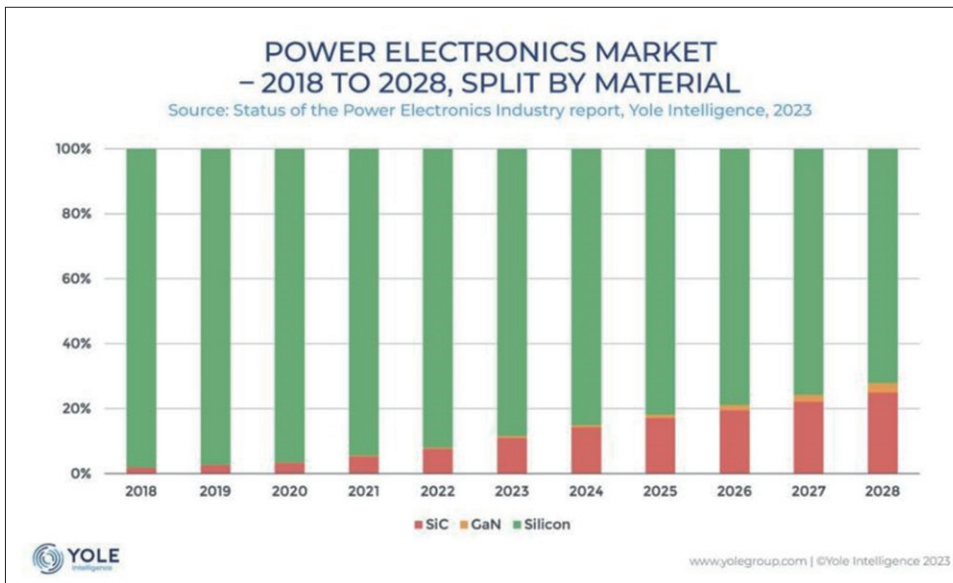
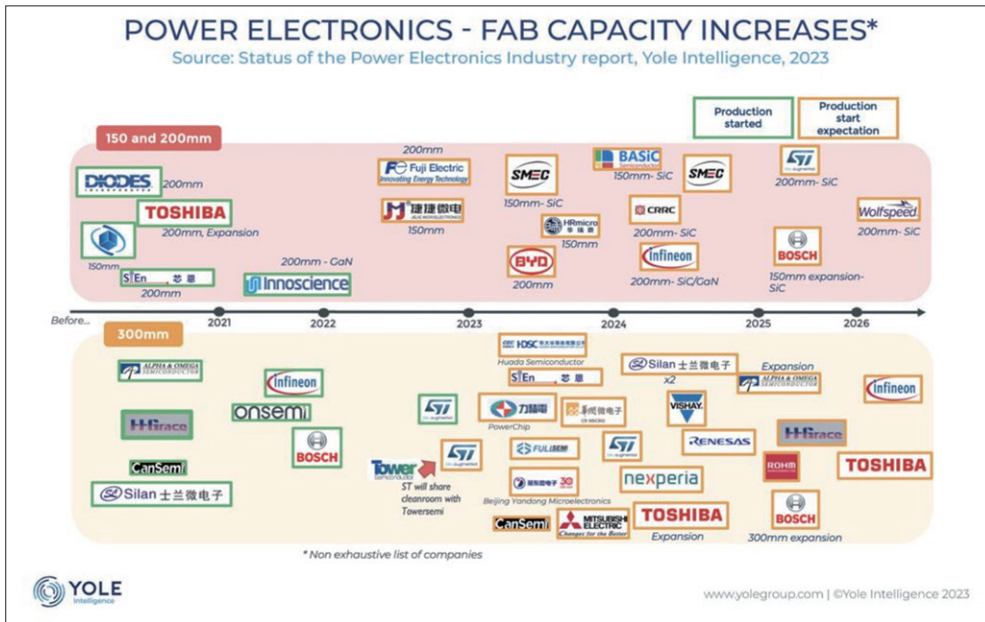

图1: 2018-2028不同材料的功率电子市场发展
图2: 功率电子未来几年的产能发展
3. 文章最好配有2-4幅与内容有关的插图或图表。插图、图表按图1、图2、表1、表2等依次排序,编号与文中的图表编号一致。